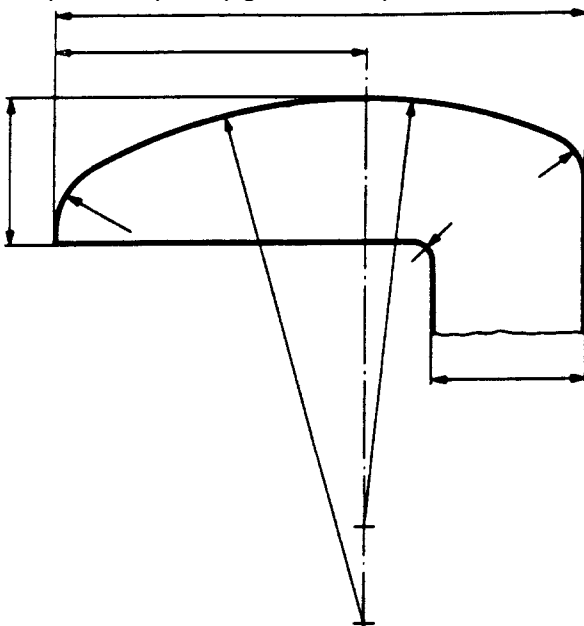

Figure 1
- Par l'indication de rayons de courbure successifs et de cotes suffisantes pour localiser chacun des éléments de la courbe (figure 1).